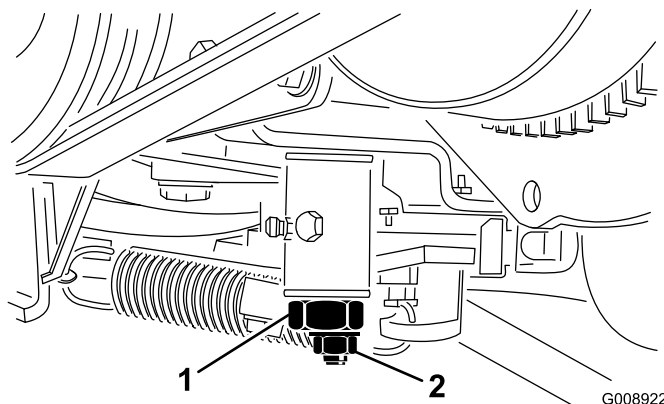

Figura 68
3. Afloje la contratuerca de la leva de ajuste de la tracción (Figura 68).